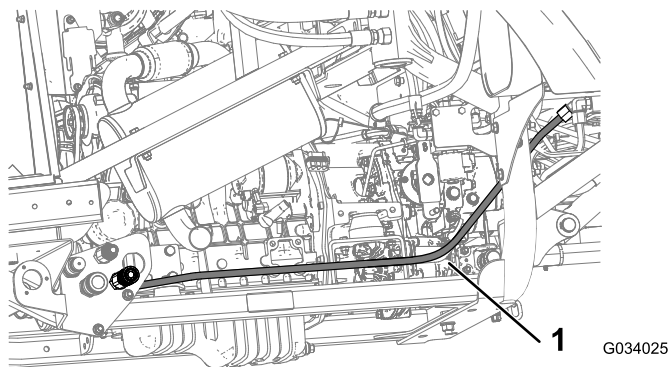

Figura 24
4. Instale o tubo hidráulico F da união de 45° na união do anteparo (2,57 pol.) na união do acoplador rápido (1/2 x 1/2 pol. fêmea) no conjunto do anteparo como se mostra na Figura 24.